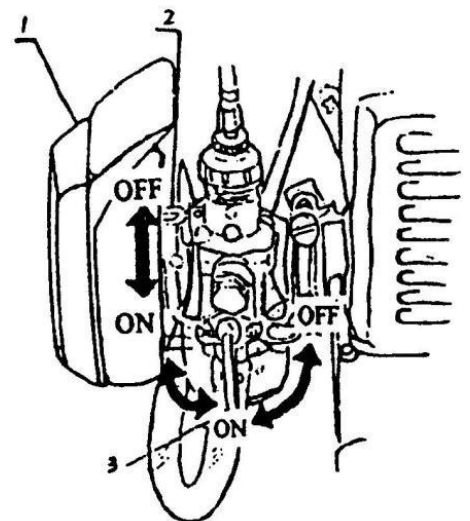

Fig. 9
- 1) Поверніть краник пального в положення «ON», див. рис. 9.